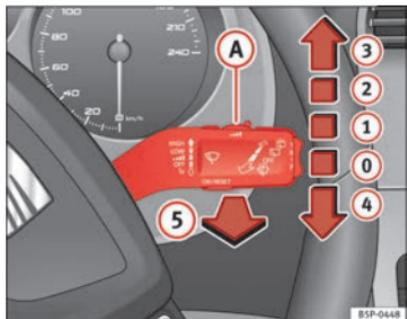

Fig. 85 Leva del tergi-lavacrystalli
Posizioni della leva dei tergicristalli → fig. 85:
- Se, quando è attivo il livello di tergiture (2) ⇒ fig. 85 oppure il livello (3), ci si ferma, la velocità di movimento dei tergicristalli passa automaticamente al livello immediatamente inferiore. Non appena si riparte, i tergicristalli tornano a funzionare secondo la posizione selezionata originariamente.